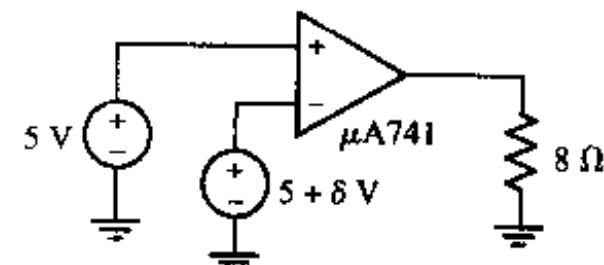

图 6.46
31. 如图 6.46 所示电路,计算 8Ω 电阻所消耗的功率,如果 $\delta =$ (a) 0V ;(b) 1nV ;(c) 2.5\mu V 。